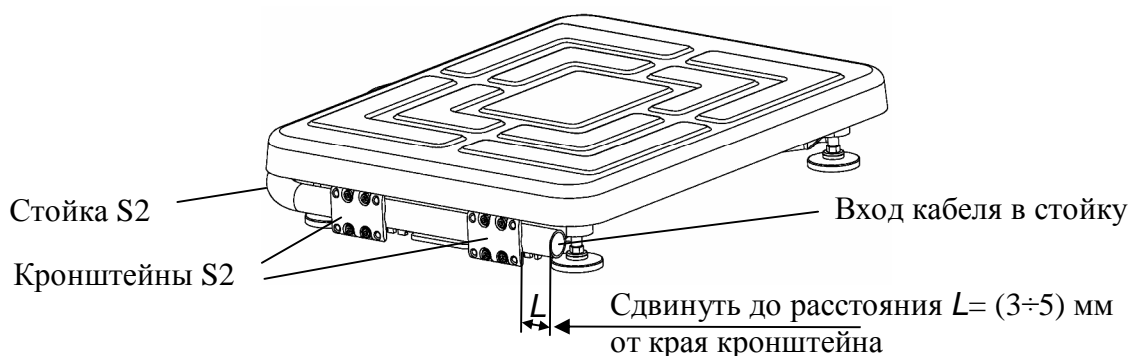

Рисунок 6.2 - Крепление круглой вращающейся стойки
- в основании весов сдвинуть стойку в направлении указанном стрелкой (рисунок 6.2), обеспечив расстояние  $L = (3 \div 5)$  мм от ее края до края кронштейна;
- излишек кабеля на входе в стойку (рисунок 6.2) заправить внутрь стойки.